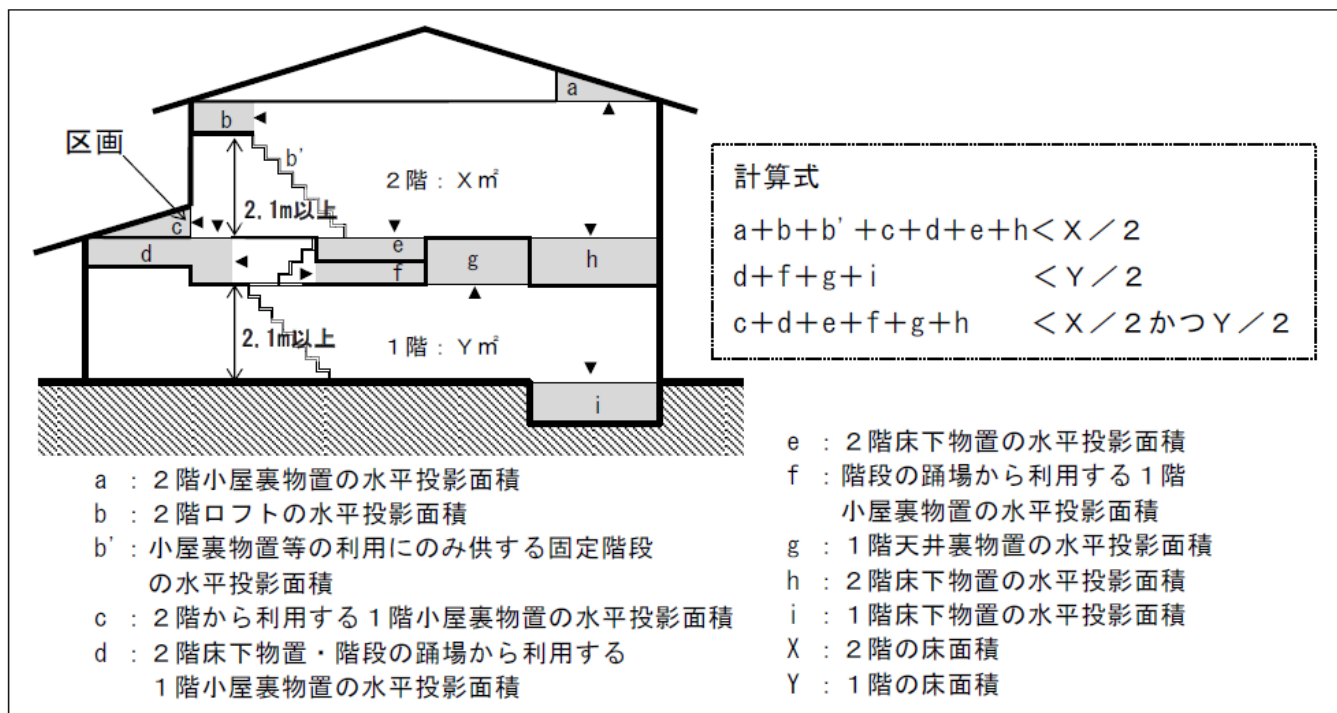
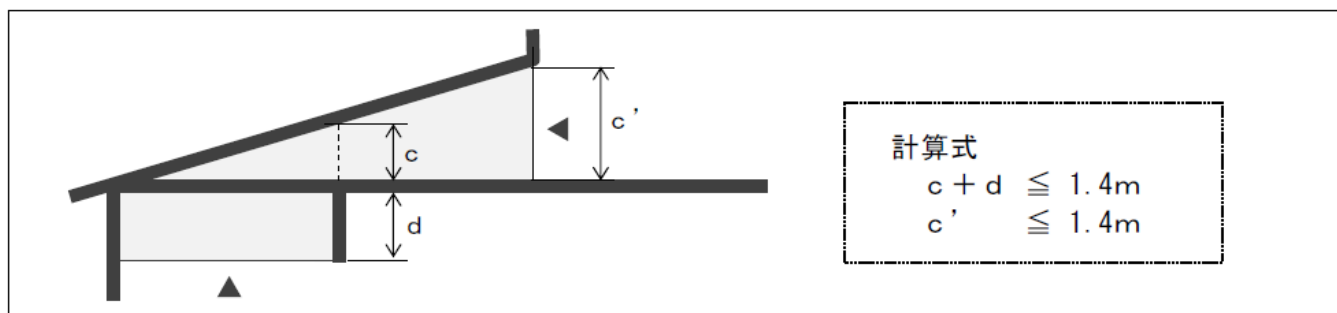

図6-1 階とみなさない小屋裏物置等の条件
図6-2 上下に連続する小屋裏物置等における合計の内法高さの算定方法
- ① 一の階から利用する小屋裏物置等の部分の水平投影面積の合計（共同住宅等にあつては各住戸単位で算定）が、当該小屋裏物置等を利用する階の床面積の $1/2$ 未満であること。また、階の中間に設ける小屋裏物置等の部分の水平投影面積の合計が、その接する上下それぞれの階の床面積の $1/2$ 未満であること。なお、床面に高低差があつて、その床面の差が 1.4m を超える場合は、小屋裏物置等の水平投影面積の算定上は別の階とみなして算定する。
- ② 小屋裏物置等の最高の内法高さが 1.4m 以下であること。また、上下階にそれぞれ小屋裏物置等が存在し、上下に連続する小屋裏物置等にあつては、内法高さの合計が 1.4m 以下であること。（図 6-2）
- ③ 階の中間に設ける小屋裏物置等については、当該部分の直下が居室である場合、当該居室の天井高さは 2.1m 以上であること。
- ④ 小屋裏物置等に窓等を設ける場合は、当該小屋裏物置等の床面積の $1/20$ 以下であること。ただし、当該小屋裏物置等が上下に接する場合には、その水平投影面積の $1/20$ 以下であること。
- ⑤ 図 6-1 の C のように、小屋裏物置等を水平投影した部分が、当該小屋裏物置等を利用する階の床面積に算入されていない場合は、当該小屋裏物置等とその他の部分が、床、天井、壁、戸等で区画されていること。